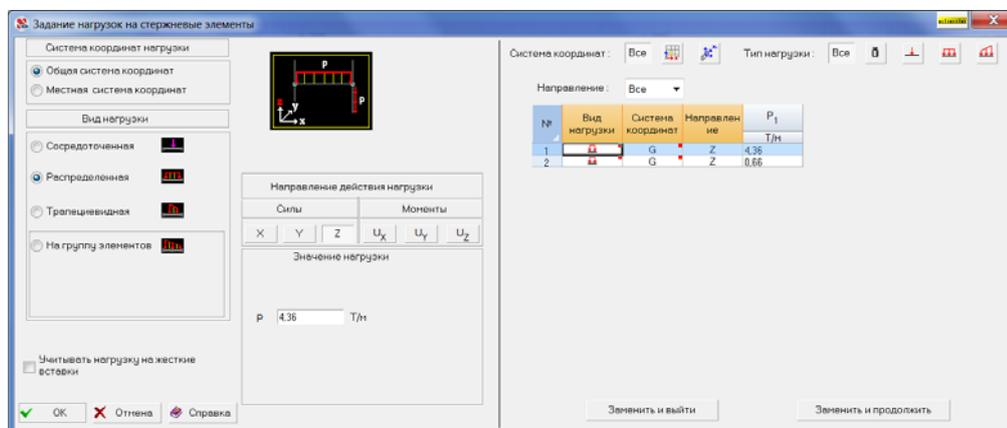

Рис. 2.3-10. Диалоговое окно
- нажать кнопку задания нагрузок на стержневые элементы  и задать в открывшемся (рис. 2.3-10) диалоговом окне **Задание нагрузок на стержневые элементы** вид, направление и значение первой нагрузки;